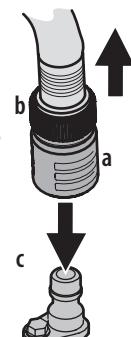

Figure 21
- Tirez sur le collier d'arrêt (a) de l'adaptateur (b) pour retirer l'adaptateur (b) de l'embout du système de nettoyage du plateau de coupe (c). Relâchez le collier d'arrêt pour fixer l'adaptateur sur l'embout du système de nettoyage du plateau de coupe. Voir Figure 21.